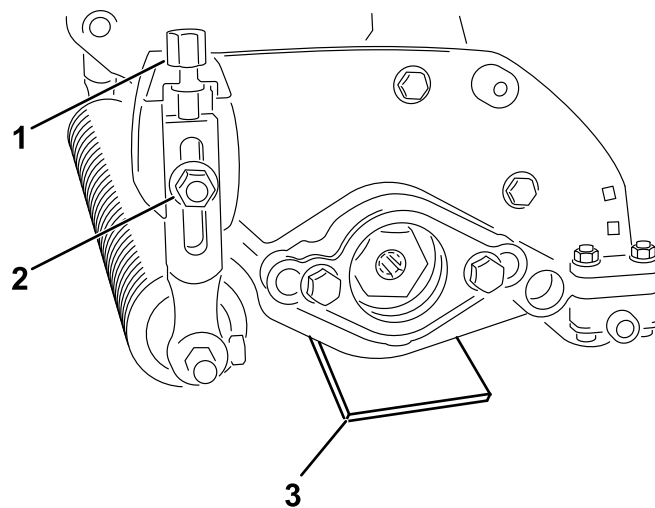

Figura 8
2. Coloque una barra de ajuste que sea del mismo grosor que la altura deseada de las cuchillas sobre el suelo, bajo cada extremo de la unidad escarificadora (Figura 8).
3. Con los rodillos en contacto con la superficie nivelada, afloje ambas tuercas con arandela prensada (Figura 8).
4. Gire los pernos de ajuste de altura de corte hasta que ambos extremos de la escarificadora estén cerca de la superficie nivelada (Figura 8).